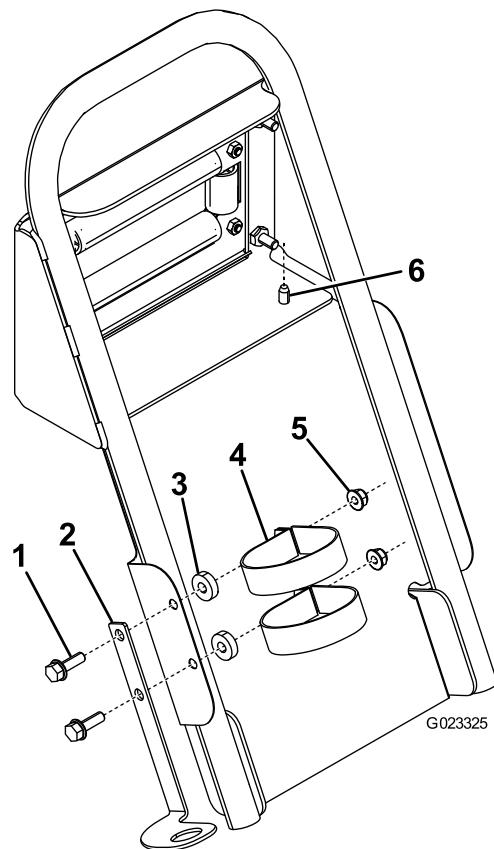

Figura 9
7. Fissate la parte superiore della protezione fango alla stegola mediante 2 viti autofilettanti (Figura 9).
8. Fissate il supporto della pistola da spruzzo nella protezione fango, come mostrato in Figura 9.